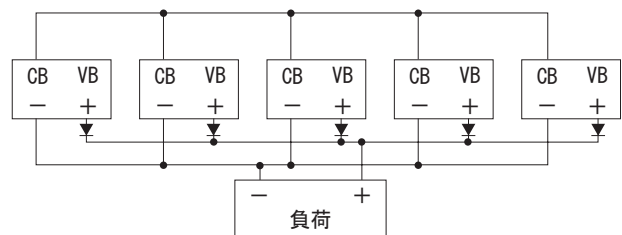

図 6.9 ダイオードを用いた N + 1 冗長運転接続図
- ⑤ さらに信頼度の高い回路構成にするために、ダイオードを使用する場合は図 6.9 の接続で使用してください。